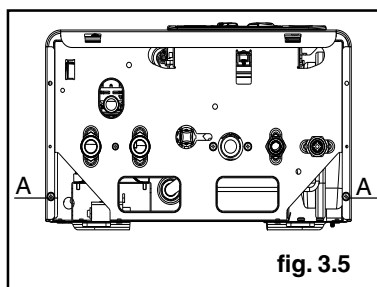

fig. 3.5
- svitare le viti (A) di fissaggio del mantello (fig. 3.5)